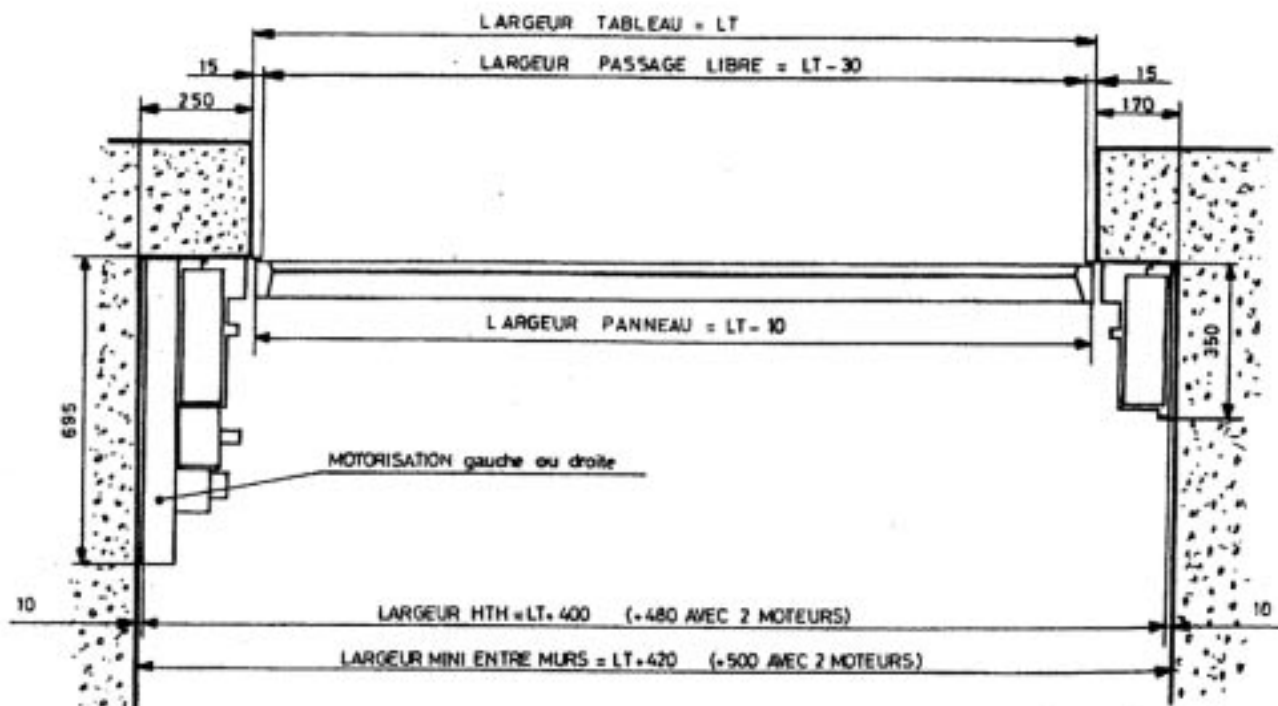

FIGURE 15
- 3) La motorisation Novomatic DL IL 105 vient se fixer sur le mur latéral à gauche de la porte (ou à droite si demande spécifique à la commande) FIG 15. Si par erreur le coté du moteur ne convient pas à l'exigence du chantier, il est possible de modifier une motorisation gauche en motorisation droite (ou vice versa) : l'ensemble des pièces étant réversibles, il suffit de retourner le moteur et son support, le bras et son support, et les deux capots métalliques